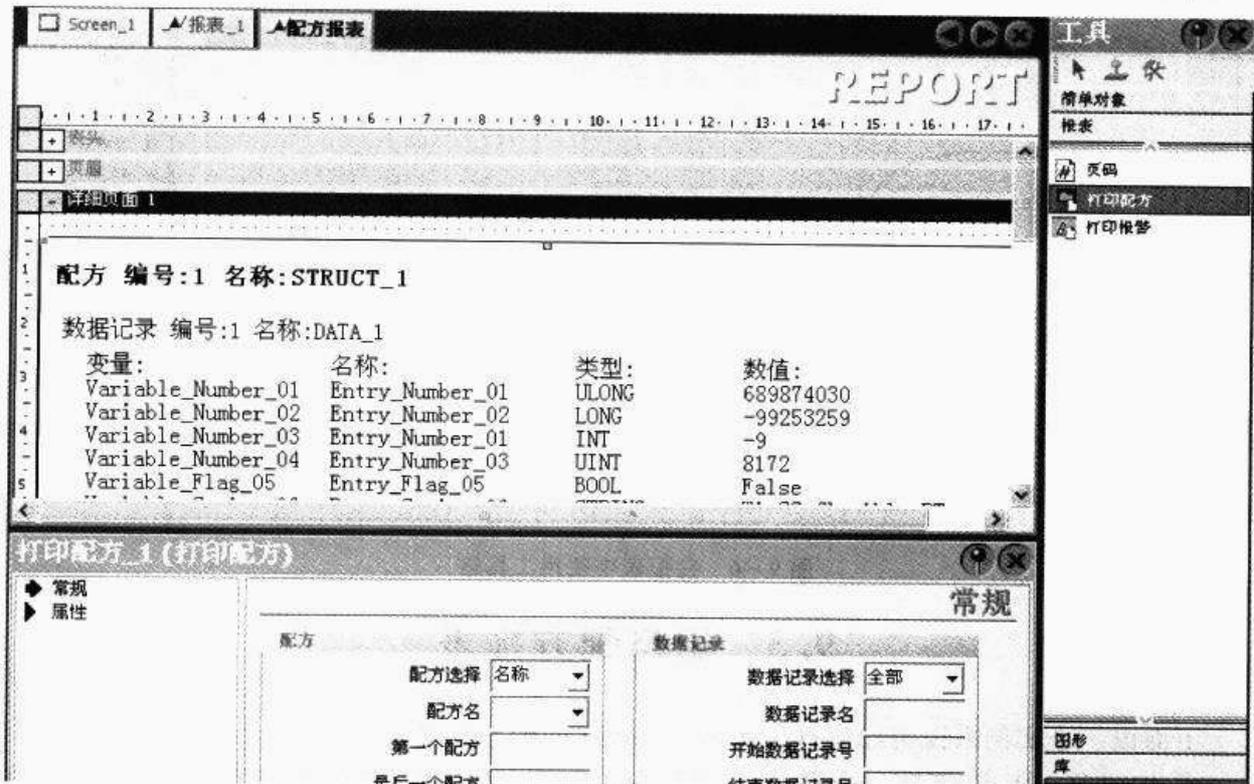

图 9-8 组态配方报表—“打印配方”控件属性设置
- ② 组态报表的封面、封底,以及页面、页脚。
- ③ 在“详细页面”中添加“报表对象”中的“打印配方”。
- ④ 单击页面中的“打印配方”对象,将在工作区域下方出现如图 9-8 所示的属性视图。
在图 9-8 所示的“打印配方”控件中,可以在属性视图的“常规”组中组态配方报表的常规属性,为报表选择要打印的配方和配方记录。打印配方有以下三种选择。